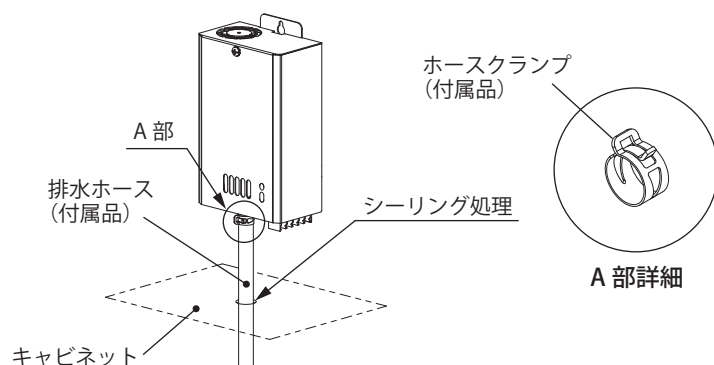

図 5 排水ホースの接続
1. キャビネットに穴加工(φ13)してください。(図 5)
2. 付属の排水ホースをドレンパイプに接続し、ホースクランプで確実に固定してください。(図 5)
- ・キャビネットにあけた穴と排水ホースとの隙間は、シーリング処理をしてください。(図 5)